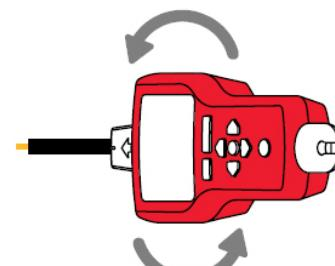

Figure 3.1h
6. Pour vérifier la direction du fil, tournez de temps en temps le récepteur de 90 degrés. L'intensité du signal sera la plus élevée si le fil est aligné avec la rainure du capteur de pointe. (voir Figure 3.1h)